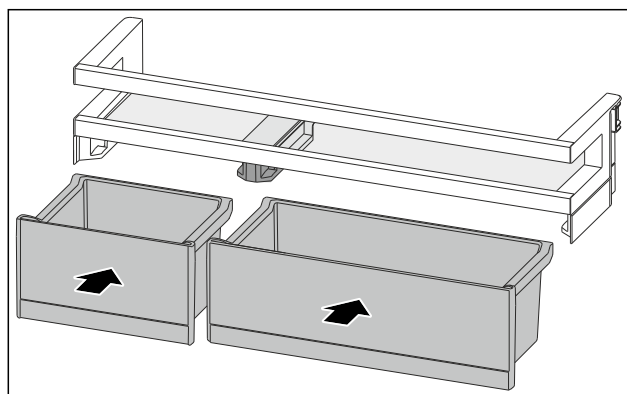

Fig. 159
- Установите ящики VarioBox, поменяв их расположение. (см. Fig. 159)